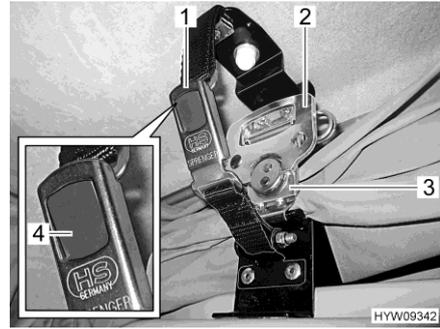

Fig. 88 Dispositif de verrouillage
- Tirer le tendeur rapide (Fig. 88,3) de chaque côté vers le bas et l'accrocher dans la plaque de fixation.
- Déplier la poignée (Fig. 88,2) de chaque tendeur rapide et la faire tourner d'un demi-tour dans le sens des aiguilles d'une montre.
- Emboîter les deux pièces de la houssette (Fig. 88,1). Le bouton-poussoir gris (Fig. 88,4) s'enclenche.